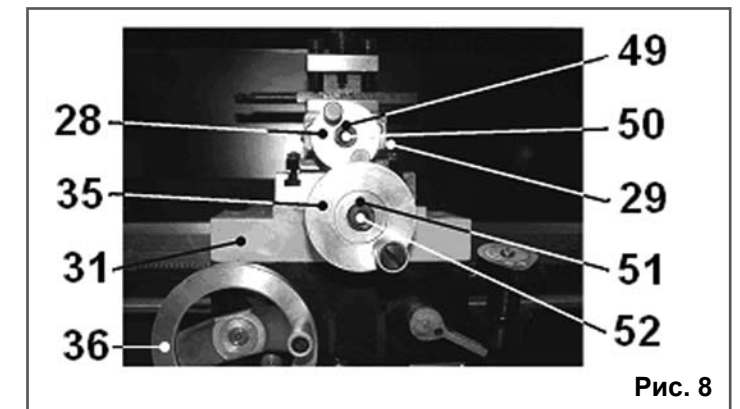

Рис. 8
9.4.2. Регулировка перемещения ходового винта поперечного суппорта (31), Рис.8, выполняется также как и регулировка перемещения ходового винта поворотного суппорта (29) (См. п. 9.4.1). Ослабьте фиксацию гайки (51) поворотом винта (52) против часовой стрелки. Вращая гайку (51) по часовой стрелке, выберите люфт. Вращение маховика подачи (35) поперечного суппорта (31) должно быть свободным и плавным. Поворотом против часовой стрелки винта (52) зафиксируйте положение гайки (51), Рис.8.